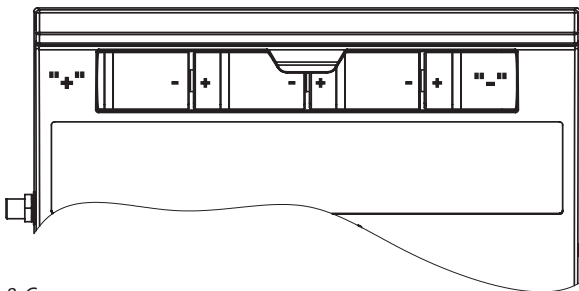

Рис. 8. Схема установки элементов питания.
6. Если необходимо, установите элементы питания в батарейный отсек в верхней части корпуса. При установке соблюдайте полярность (рис. 8).